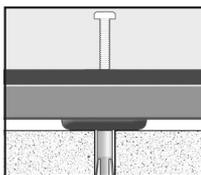

Figura 6
6. Inserte el tornillo de cabeza hexagonal incluido a través del orificio correspondiente y dentro del tapón de anclaje incrustado desde dentro de la caja fuerte (Figura 6).